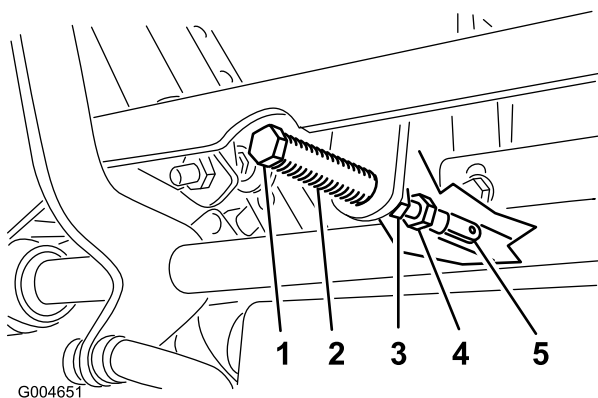

Figure 63
5. Tirez-le ensuite en arrière jusqu'à ce que l'axe de chape (situé sur un bras au-dessus de l'axe de pivot) touche l'extrémité de l'encoche (c.-à-d. commence juste à appuyer sur le ressort) (Figure 63).
7. Si un réglage s'impose, desserrez l'écrou et l'écrou de blocage vissés contre la chape (Figure 63).
8. Appliquez une légère pression à l'arrière du levier, et tournez la tête du boulon de réglage dans le sens voulu pour centrer le levier à la position de verrouillage au point mort (Figure 63).
9. Serrez l'écrou et l'écrou de blocage (Figure 63).
9. Serrez les écrous de blocage contre les rotules (Figure 63).